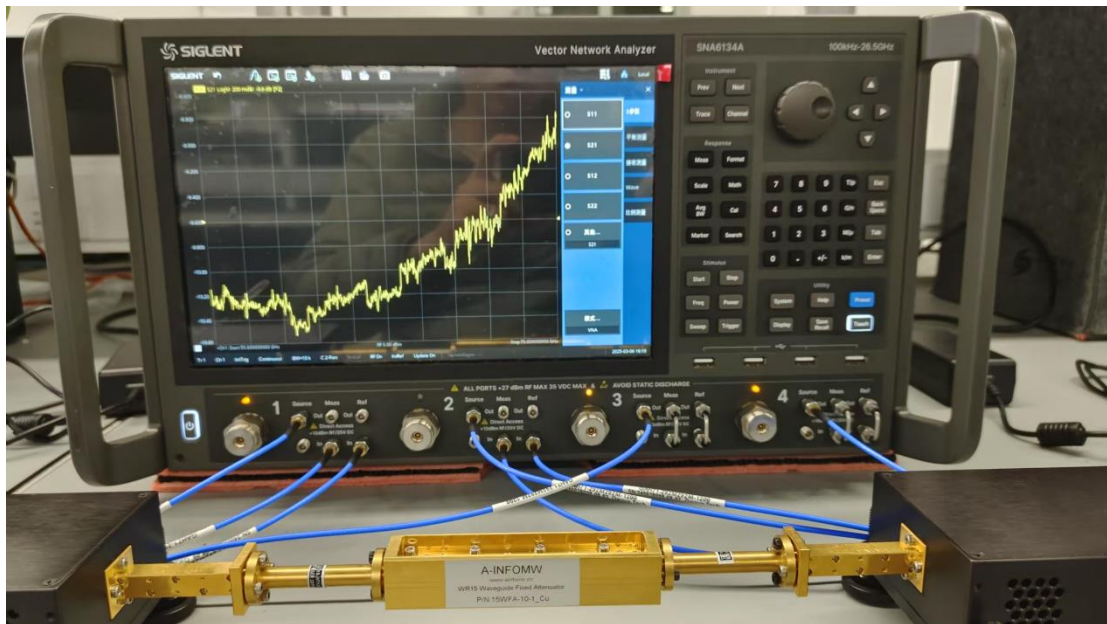

图 3-9 WR-15 波导衰减件实测图
11. 校准完成后，可连接 DUT 至扩频模块校准平面处进行测试。作为演示，本处接入了一个 10dB 的 WR-15 波导衰减件，如图 3-9 所示。